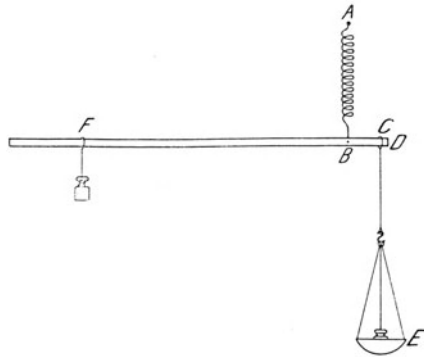

Fig. 21.
**Anleitung. k)** Hänge die Spulfeder an den Haken  $A$  im Wandbrett (Fig. 21). Bohre bei  $B$  in 5 cm Abstand vom Ende  $D$  ein 2 mm weites Loch in die Leiste, und befestige sie an der Feder mit einem Stahldraht, der durch das Loch geht. Hänge im Punkt  $C$ , der 1 cm von  $D$  absteht, die Wagschale  $E$  an. Schiebe über die Leiste eine lose Fadenschleife  $F$ , woran ein 100 gr\*-Stück hängt. Hefte auf das Wandbrett ein Blatt Millimeterpapier derart, daß die Linien teils lotrecht, teils wagerecht liegen.